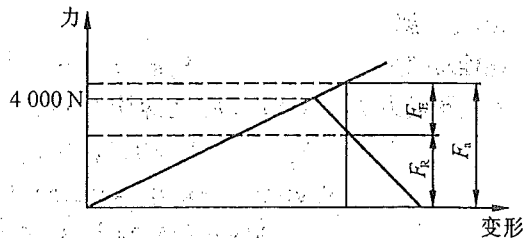

图 10-8
(1) 螺栓刚度  $k_b = \tan 30^\circ = 0.577\,35$ , 被联接件刚度  $k_c = \tan 45^\circ = 1$ , 由图 10-8 知预紧力  $F_0 = 4\,000 \text{ N}$ 。
$F_a$  和  $F_R$  如图 10-8 所示。